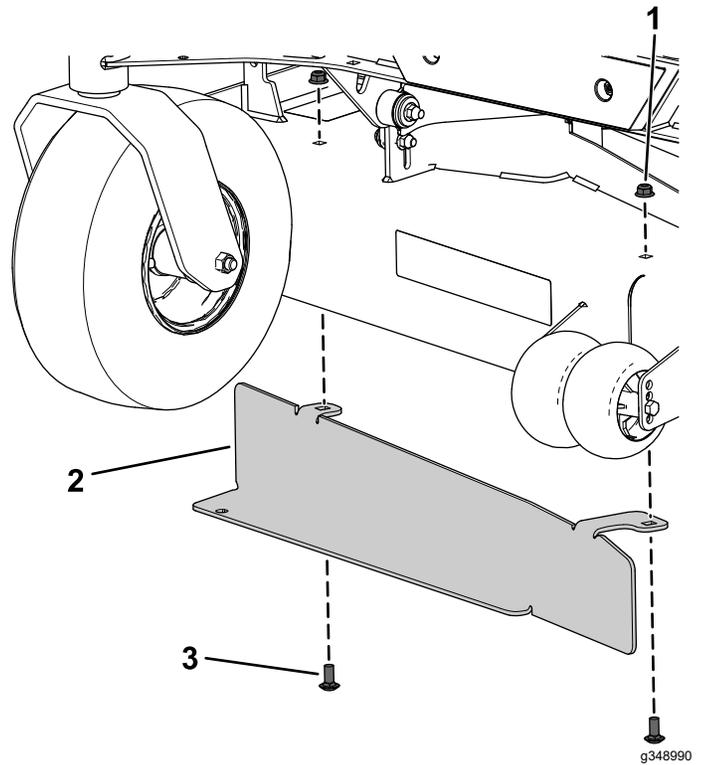
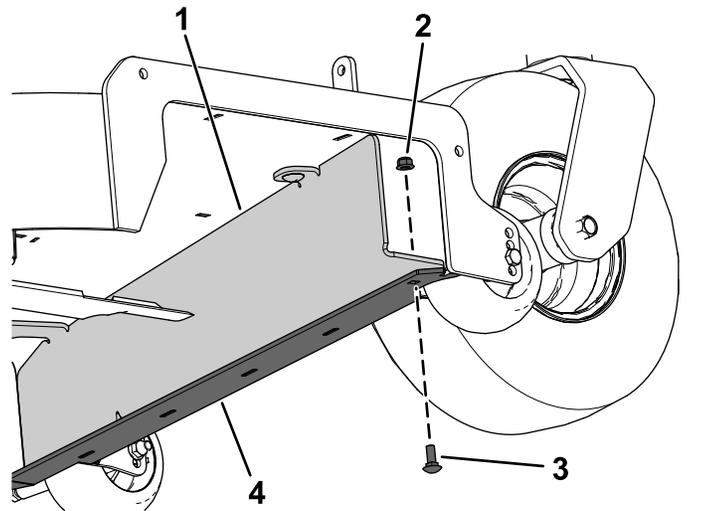

Figure 4
Figure 5
- Fixez le déflecteur du système de ramassage sur le plateau de coupe et le pare-chocs du plateau de coupe à l'aide de 2 boulons de carrosserie ($\frac{3}{8}$ " x $\frac{7}{8}$ "), 2 contre-écrous ($\frac{3}{8}$ "), 1 boulon de carrosserie ($\frac{5}{16}$ " x $\frac{7}{8}$ ") et 1 contre-écrou ($\frac{5}{16}$ "), comme montré à la Figure 4 et la Figure 5.